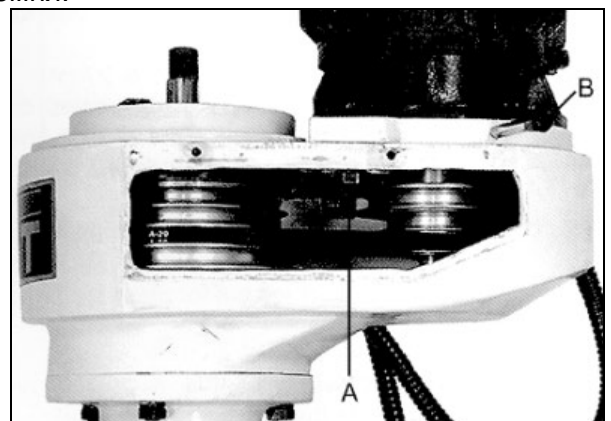

Рис. 8
Ослабьте шестигранную гайку (А, Рис. 8).
*Нет тока – проверить предохранитель и автоматический выключатель (Q, Рис. 8).